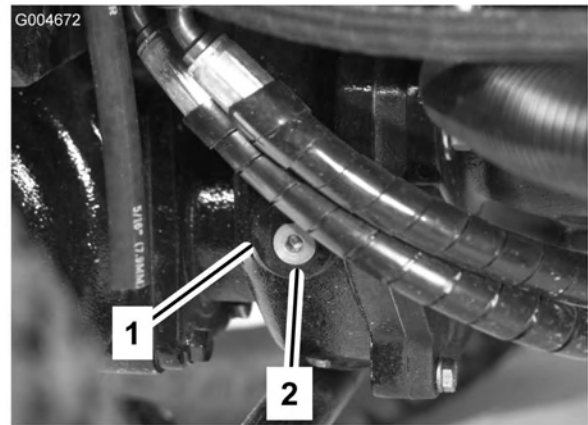

Bild 13
2. Entfernen Sie die Prüf-/Füllschraube an der linken Getriebeseite (Bild 13) und stellen sicher, dass der Schmierstoff die Unterseite des Lochs erreicht. Füllen Sie bei einem niedrigen Stand genug Schmiermittel auf, um den Stand bis an die Unterseite des Lochs anzuheben.